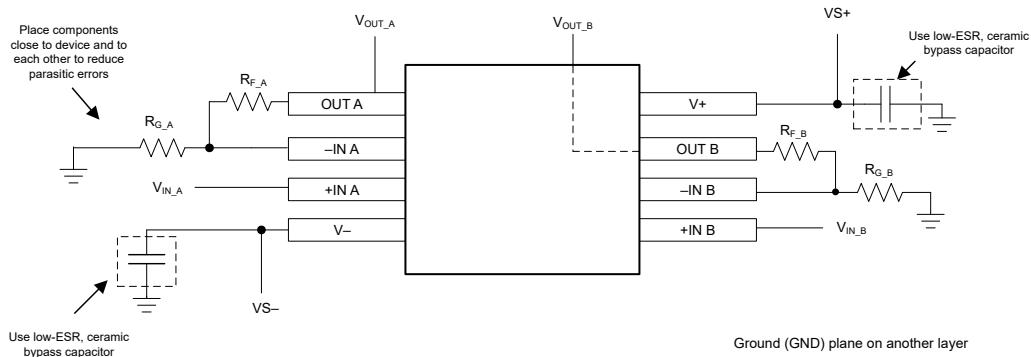

図 7-9. 非反転型アンプ構成のオペアンプ基板のレイアウト
- デカップリングコンデンサをデバイスのできるだけ近くに配置します。図 7-9 が示すように、帰還抵抗(R3)とゲイン抵抗(R4)は反転入力の近くに配置して、寄生容量を最小限に抑えます。